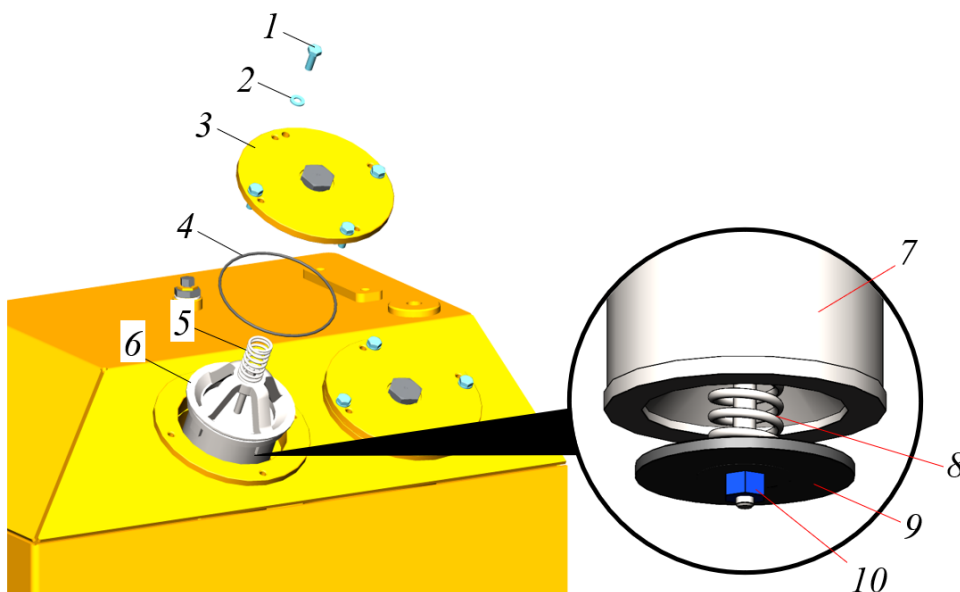

Рисунок 5.92. Процедура замены фильтра в сливной линии
- ▶ Ключом  на 17 выкрутить болты 1, снять шайбы 2, см. рис. 5.92.
- ▶ В стакан фильтра 7 установить новый фильтрующий элемент, см. рис. 5.92.